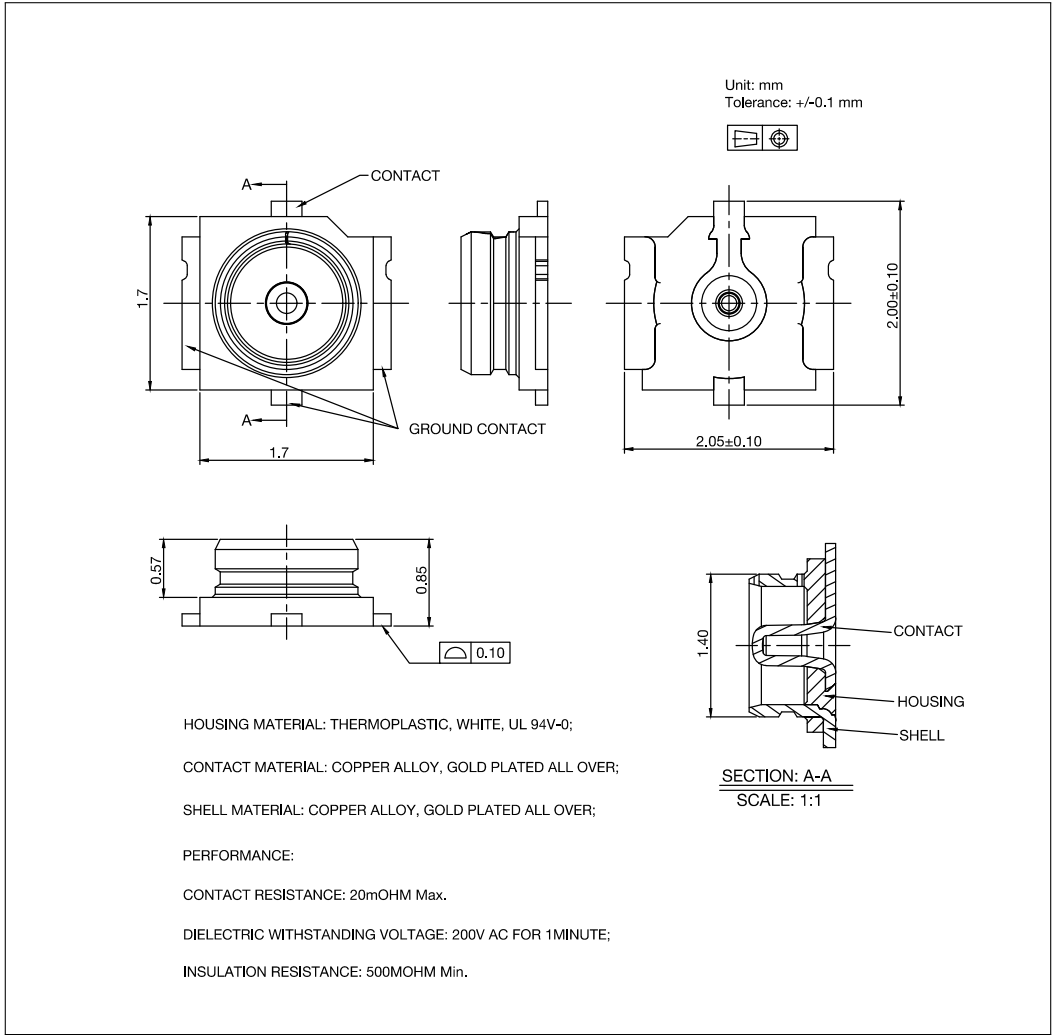

图 10-3. 外部天线连接器尺寸图
ESP32-S3-MINI-1U 采用图 10-3 外部天线连接器尺寸图 所示的第三代外部天线连接器，该连接器兼容：
- 接口规格与模组天线连接器接口匹配，参考图 10-3 外部天线连接器尺寸图